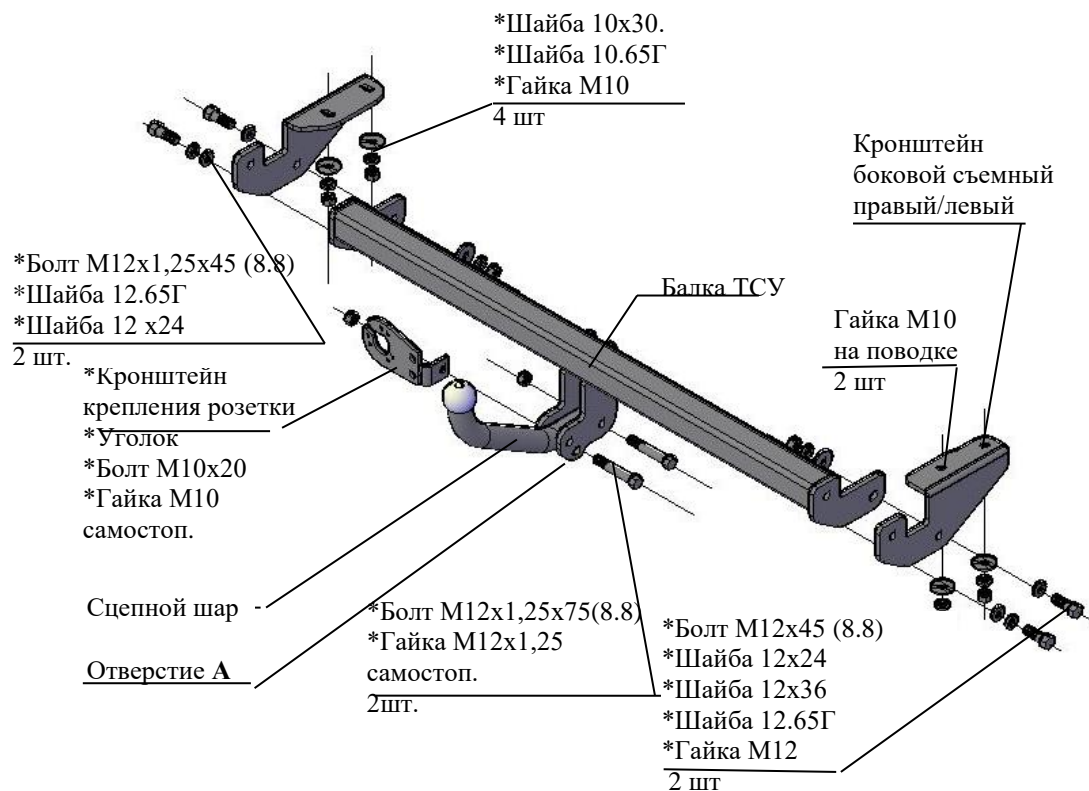

Рис.1 Тягово-цепное устройство 9520
2.1 ТСУ 9520 в сборе (рис.1)	1 шт.
2.2 Пакет с комплекующими (см. рис.1)	1 шт.
4.1 Закрепить боковые съемные кронштейны ТСУ (правый и левый соответственно рис.1) к нижним полкам лонжеронов а/м гайками М10 (используя болты штатные), под головки гаек подложить шайбы 10.65Г и шайбы 10x30. Крепеж не затягивать.
Для а/м с 2019 г. выпуска – в правом лонжероне (при необходимости) просверлить два отверстия Ø13, используя правый кронштейн совместно с балкой как кондуктор. Снять бампер и вставив в правый лонжерон две гайки М10 на поводке (на рис.1 условно не показаны) закрепить правый кронштейн болтами М10x35, используя гайки на поводке и подложив под головки болтов шайбы 10.65Г и шайбы 10x30. Крепеж не затягивать.